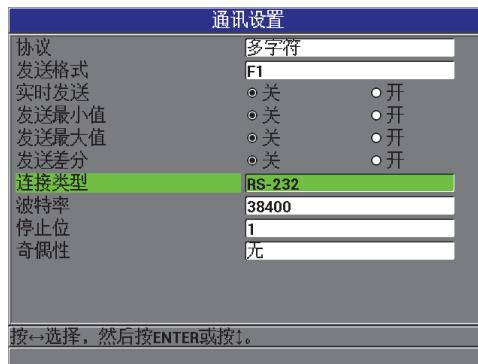

图 6-4 通讯设置屏幕 — RS-232
1. 在仪器显示测量屏幕时，按 [设置菜单] 键，然后选择 **通讯**，以显示 **通讯设置** 屏幕（参见第 108 页的图 6-4）。